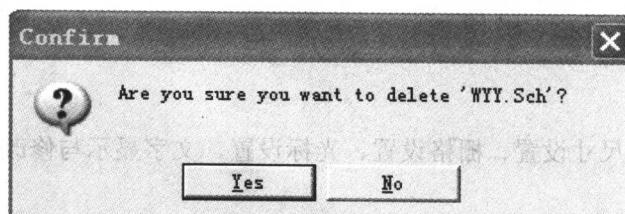

图 1-8 确认删除对话框
- ① 关闭 WYY.Sch 文件。
- ② 在工作窗口选中 WYY.Sch 文件(用鼠标左键单击文件名即可)。
- ③ 按 Shift+Delete 键, 系统弹出 Confirm(确认)对话框, 如图 1-8 所示, 询问是否确认删除该文件, 选择 Yes, 即可彻底删除该文件。